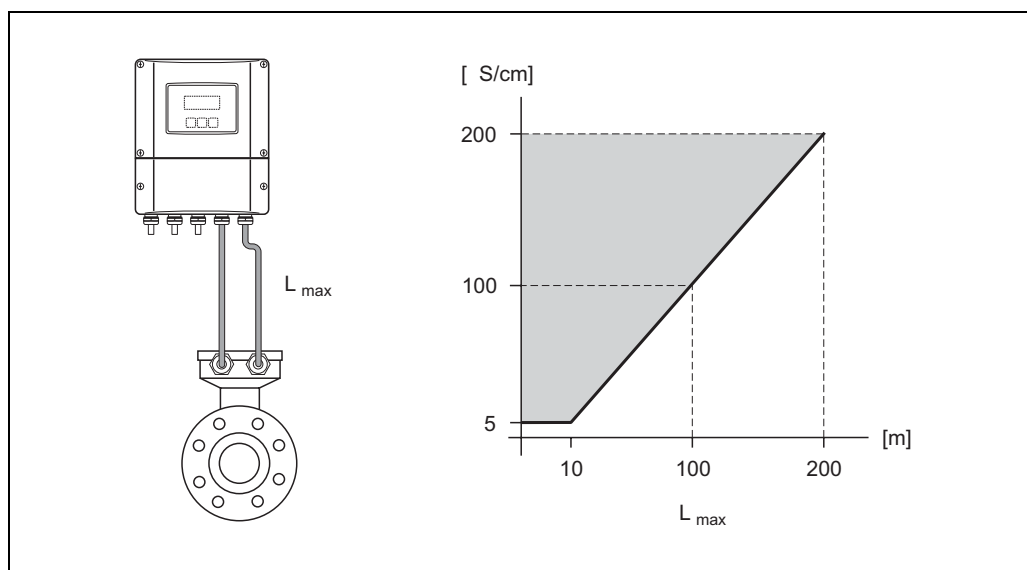

Fig. 17: Longitudes del cable permitidas para la versión remota
- La longitud máxima permitida, $L_{\text{máx}}$, depende de la conductividad del líquido (Fig. 17). El equipo requiere una conductividad mínima de $20 \mu\text{S/cm}$ para poder medir agua desmineralizada.